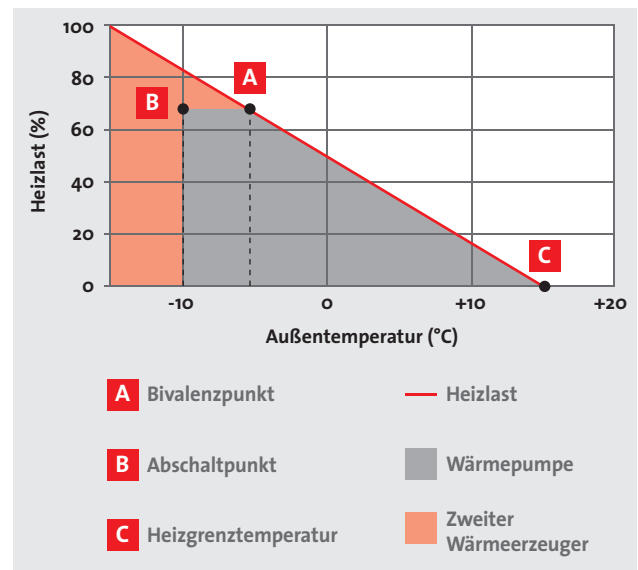

Abb. 36: Bivalent teilparalleler Betrieb
- Bivalent teilparalleler Betrieb (Abb. 36)